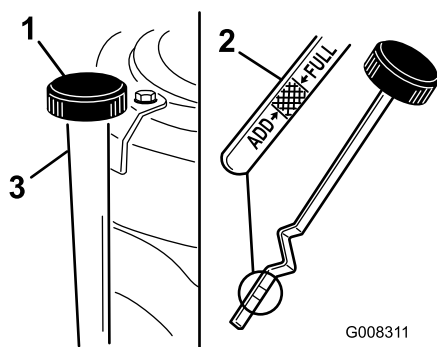

Figura 25
7. Limpie alrededor de la varilla (Figura 25) para impedir que caiga suciedad por el orificio de llenado y cause daños en el motor.
8. Desenrosque la varilla y limpie el extremo metálico (Figura 25).
9. Enrosque la varilla de aceite a fondo en el tubo de llenado (Figura 25).
11. Limpie alrededor de la varilla y desenrosque el tapón (Figura 25).
12. Vierta lentamente aproximadamente un 80% del aceite de motor por el tubo de llenado (Figura 25). Consulte Mantenimiento del aceite del motor.